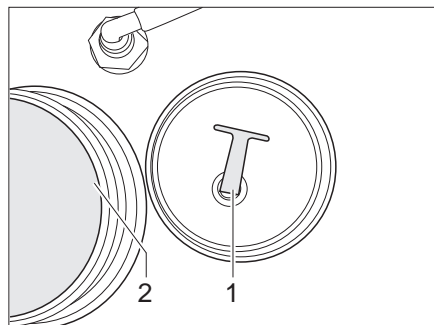

Bild 153 Vattentank
- Skruva av locket (Bild 153,2) från vattentanken.
- Skruva ur proppen (Bild 153,1) ur utloppsöppningen. Vattnet rinner ut.